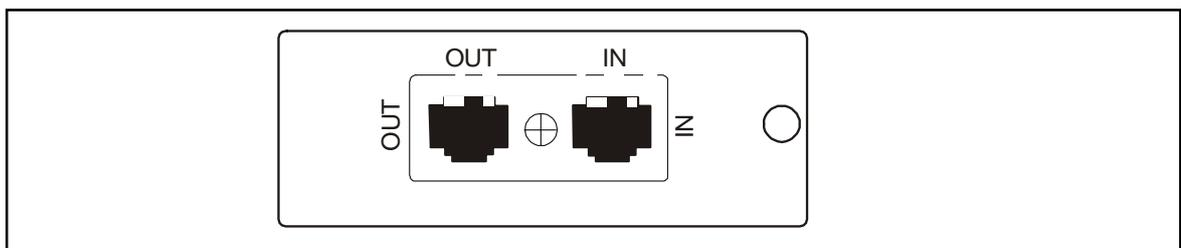

Abb. 8 Netzwerk-Transientenschutz
Der in Abb. 8 gezeigte Anschluß für den Netzwerk-Transientenschutz sitzt an der Rückseite und hat einen Eingang (IN) bzw. Ausgang (OUT) in Form eines RJ-45-Steckverbinders (10Base T) für die Verbindung mit einem Netzwerk.